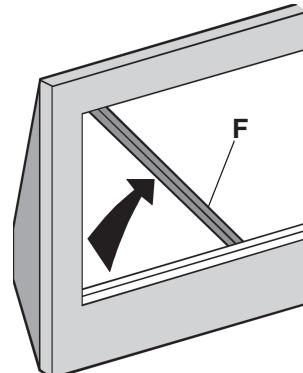

fig. 13
• Démontage du filtre à charbon (fig.13)
Enlever les arrêts filtres (F) et remplacer le filtre à charbon (Fig. 13).